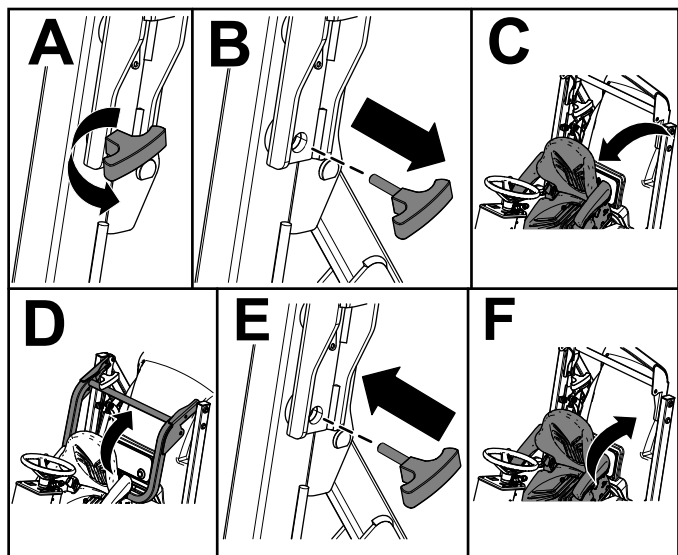

図 16
4. 運転席を前に倒す 図 16。
5. ROPS バーからノブピンを抜き取る 図 16。
6. ROPS を立ててノブピンで固定する 図 16。
7. 座席を元に戻して固定する 図 16。